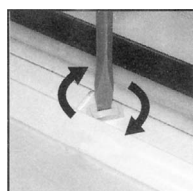

Fig. 10
- Coloque un destornillador de paleta en el clip de contrapeso y gírelo en el sentido de las manecillas del reloj para destrabarlo (Fig. 10).